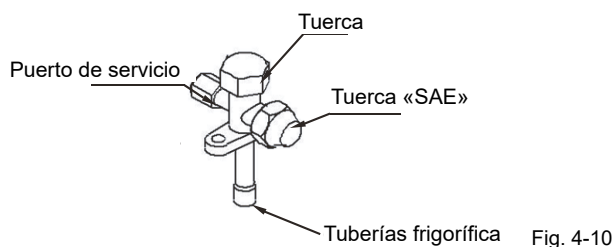

Fig. 4-10
- En general, la forma de la válvula de cierre y los nombres de cada parte se muestran en la Fig.4-10.